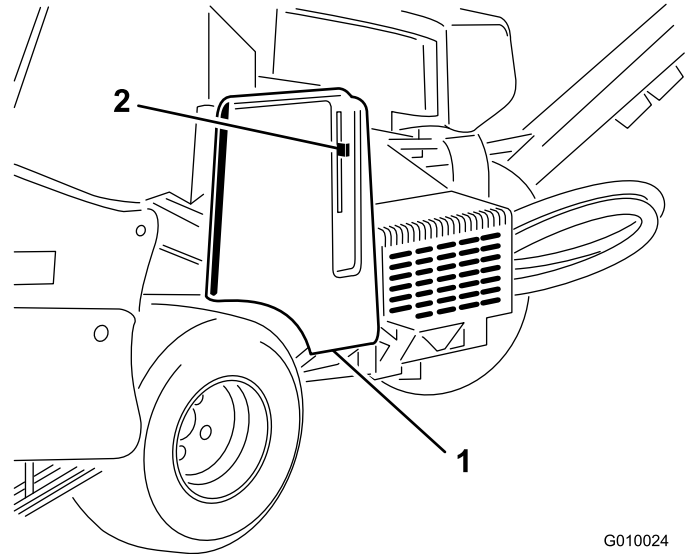
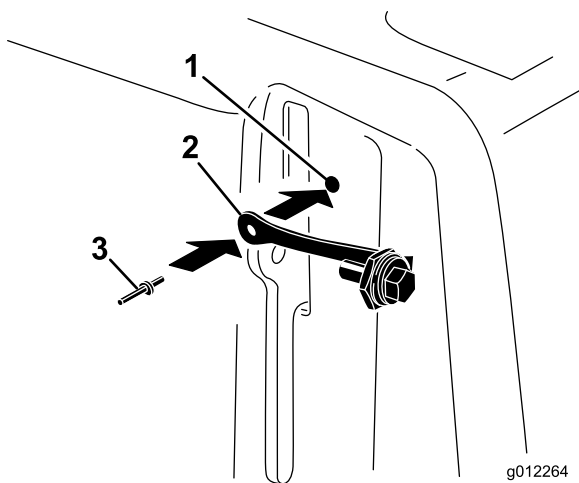

Figura 6
Figura 7
1. Localizezi orificiul din capacul curelei de lângă maneta de blocare (Figura 6 și Figura 7).
2. Folosind orificiul din capacul curelei, montai ansamblul nului cu un nit pop (Figura 7).